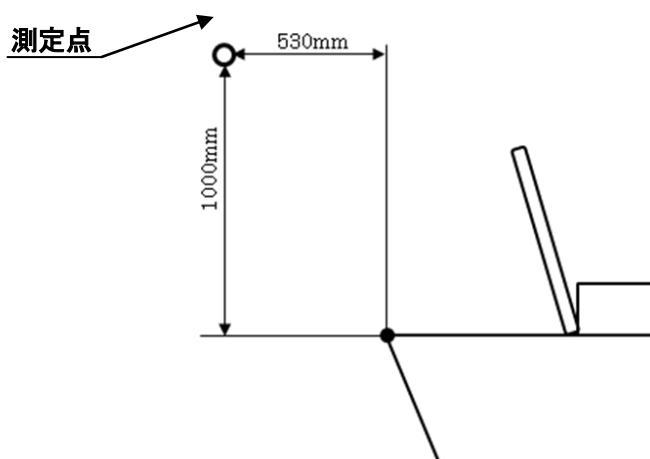

図3 洗浄音測定位置
- 6) 測定位置 : 図3に示す、便器本体先端より上方  $1000\text{mm}$ 、かつ前方  $530\text{mm}$  の1点とする。